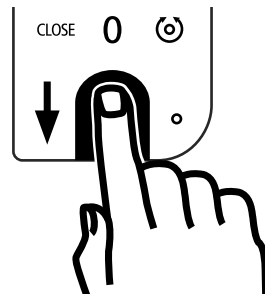

Abb. 8
- 2 Ziehen Sie den Fingerabdruck Ihres eingespeicherten Fingers von oben nach unten über das Sensorfeld (Abb. 8).